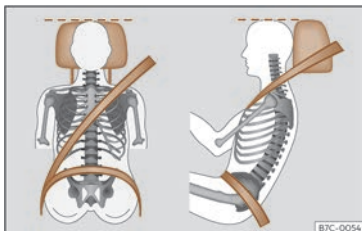

Fig. 13 Poziția corectă a chingii centurii de siguranță și tetierei
- Reglați tetiera astfel încât marginea superioară a acesteia să fie pe cât posibil la același nivel cu creștetul capului și cât mai aproape de nivelul ochilor¹⁾ >>> pag. 99. Țineți ceafa cât mai aproape posibil de tetieră >>> **fig. 13**.
- Reglați scaunul longitudinal astfel încât să puteți apăsa complet pedalele cu genunchii ușor îndoiți și astfel încât distanța dintre zona genunchilor și panoul de bord să fie de cel puțin 10 cm (4 inchii) >>> **fig. 13**.